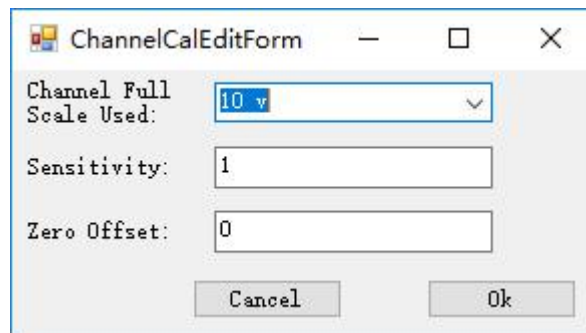

图 3 通道标定
- (1) 点击同传感器连接的对应通道的“Edit”进入如下界面，以 CH0 为例如图 3 所示：